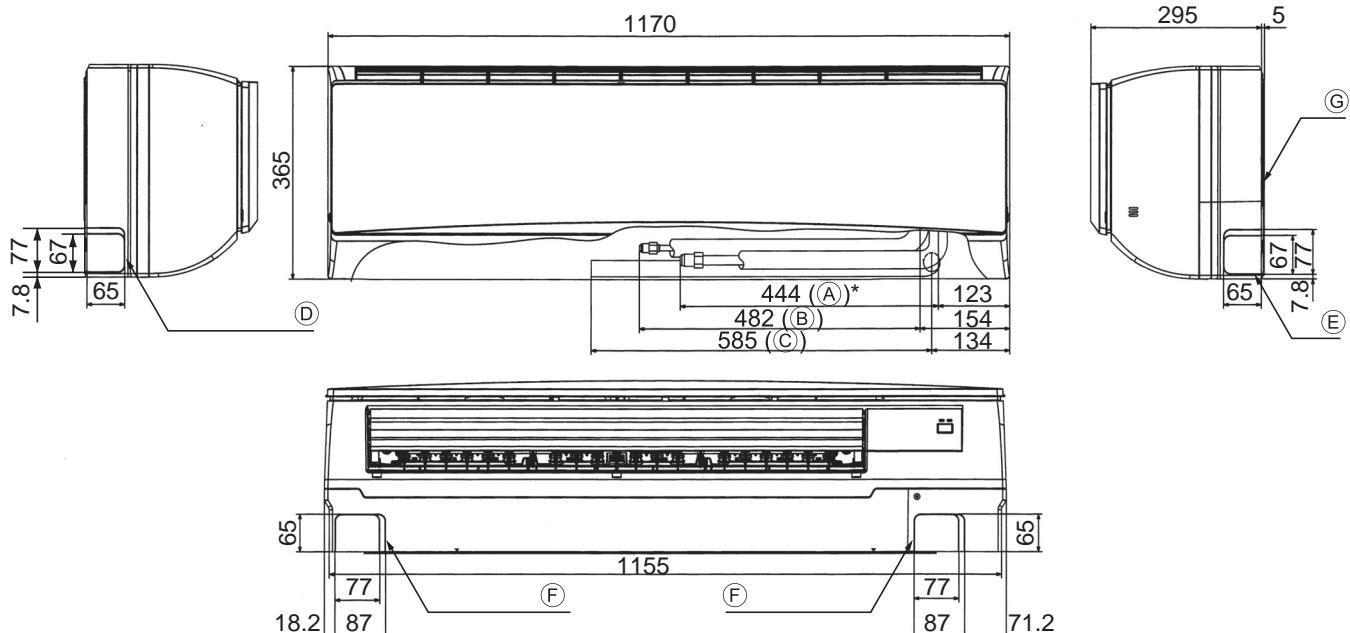

Fig. 4-2
4.2. Colocación de los tubos del refrigerante y de drenaje (Fig. 4-2)
- Ⓖ Placa de montaje①